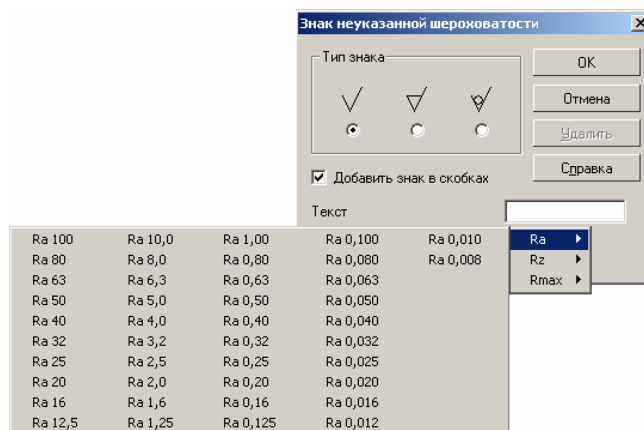

Рисунок 9.22 – Вказання незазначеної шорсткості
5. Для вказання незазначеної шорсткості виберіть команду меню **Вставка – Незазначена шорсткість – Введення**. Виберіть **Тип знаку**, при необхідності включіть опцію **Додати знак у дужках**. Двічі клацніть у полі **Текст** і виберіть із меню, яке з'явилося параметр шорсткості і його значення (рис. 9.22).